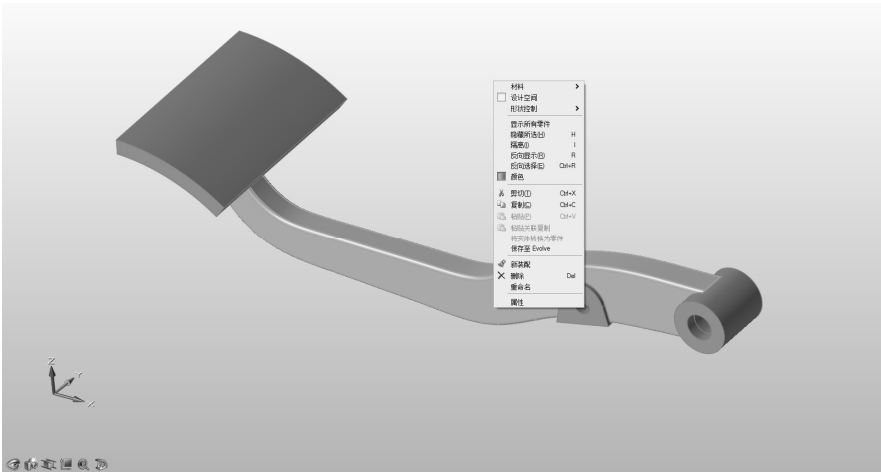

图 6-33
3) 用鼠标右键单击制动臂，并从右键菜单中选择“设计空间”，如图 6-33 所示。